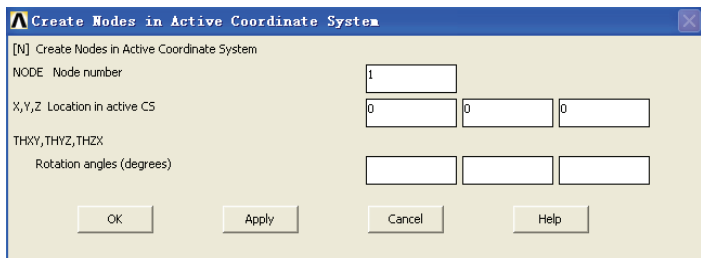

图 6-94 创建节点对话框
2) 选择 Main Menu | Preprocessor | Modeling | Create | Nodes | In Active CS 命令, 出现 Create Nodes in Active Coordinate System 对话框, 在 NODE Node number 输入栏中输入 1, 在 X,Y,Z Location in active CS 输入栏中分别输入 0、0、0, 如图 6-94 所示, 单击 Apply 按钮, 在 NODE Node number 输入栏中输入 9, 在 X,Y,Z Location in active CS 输入栏中分别输入 0.2、0、0, 单击 OK 按钮关闭该对话框。